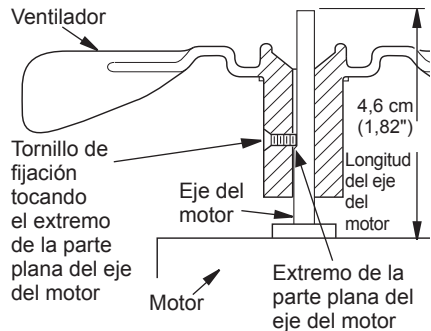

Figura 7 - Vista transversal del ventilador
2. El ventilador está ubicado con el tornillo de fijación tocando el extremo de la parte plana del eje, como se muestra en la figura 7.